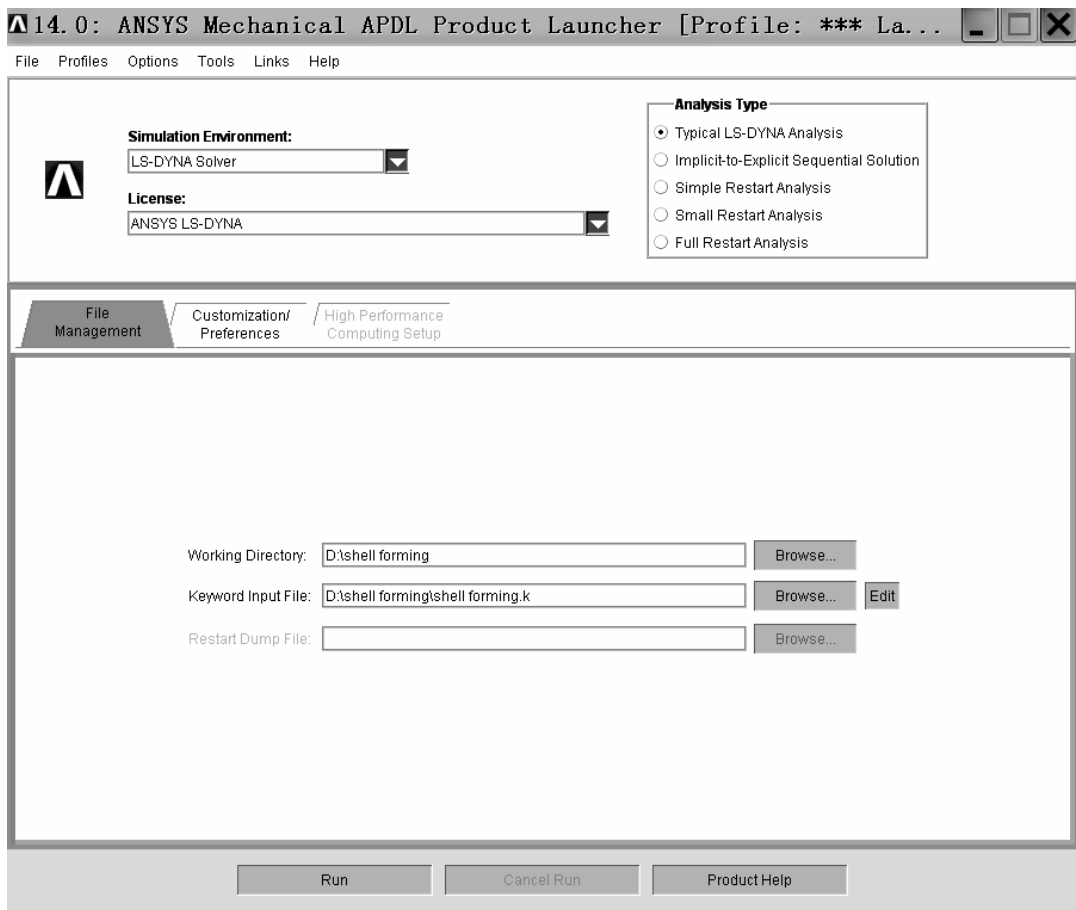

图 10-118 “14.0 Mechanical APDL ANSYS Product Launcher [Profile: *** La...” 窗口
(1) 打开 “14.0 Mechanical APDL ANSYS Product Launcher [Profile: *** La...” 窗口（见图 10-118）。其实该窗口前面已经打开，只需单击桌面下方任务栏中该窗口的最小化图标使该窗口显示出来即可。如果前面已将该窗口关闭，可以用 “开始” 菜单中的 “ANSYS 14.0” 文件夹下的 “Mechanical APDL Product Launcher 14.0” 图标打开（单击此图标）。
(2) 单击 “14.0 Mechanical APDL ANSYS Product Launcher [Profile: *** La...” 窗口中 “Simulation Environment:” 方框后的倒立三角形图标，选中 “LS-DYNA Solver”。
(3) 单击 “14.0 Mechanical APDL ANSYS Product Launcher [Profile: *** La...” 窗口中 “License:” 方框后的倒立三角形图标，选中 “ANSYS LS-DYNA”。
(4) 选中 “14.0 Mechanical APDL ANSYS Product Launcher [Profile: *** La...” 窗口中 “Analysis Type” 方框后的 “Typical LS-DYNA Analysis” 按钮。